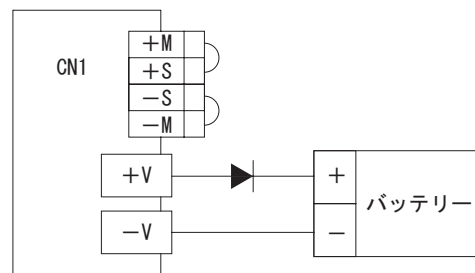

図 5.1 バッテリーとの接続方法
■ バッテリーへ充電を行う際は、バッテリーからの逆流を防止するため、図 5.1 のとおりダイオードを取り付けてください。